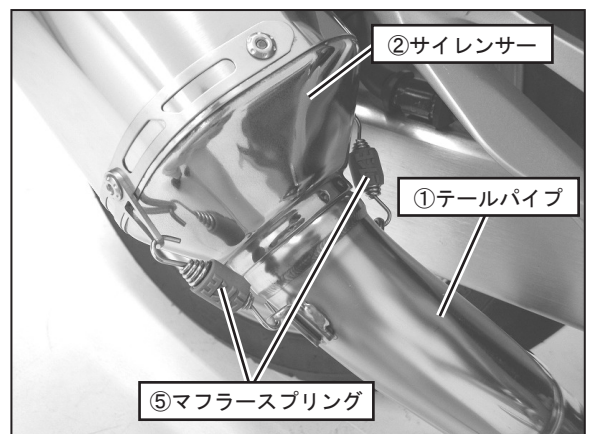

FIG. 4
5. ①テールパイプに②サイレンサーを差し込み、スプリング取付工具を使用して⑤マフラーズプリングを取り付けて下さい。(FIG. 4参照)